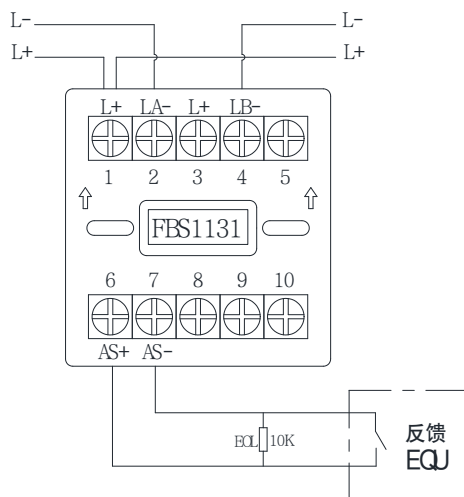

图3 接线方式：监视无源闭合应答的现场设备
- 监视无源闭合应答的现场设备时：AS+（端子6）、AS-（端子7）：接应答（无源触点），连接在AS+和AS-上的监视设备的动合端必须并联10KΩ终端电阻。接线示意图如图3：